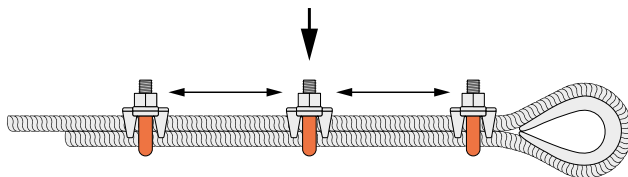

Abbildung 5
- Bringen Sie die weiteren Klemmen gleichmäßig verteilt zwischen der ersten und zweiten Klemme an (siehe Abb. 5).